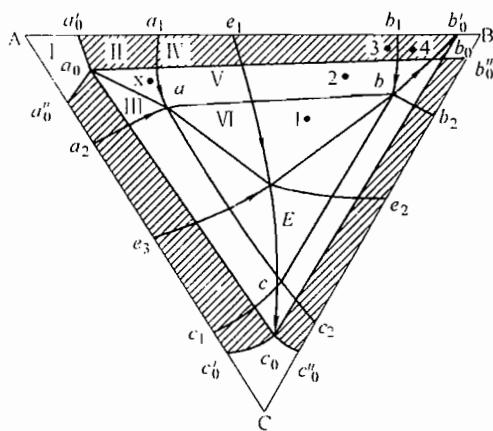

图 10-3 第三题第 2 小题图
2. 分析图 10-3 中 V 合金的平衡结晶过程。
2. 图 10-3 中合金中 V 的平衡结晶过程为 $L \rightarrow \alpha$, $L \rightarrow (\alpha + \beta)_{\text{共晶}}$, $\alpha \rightarrow \beta_{\parallel}$, α 与 β 互析。